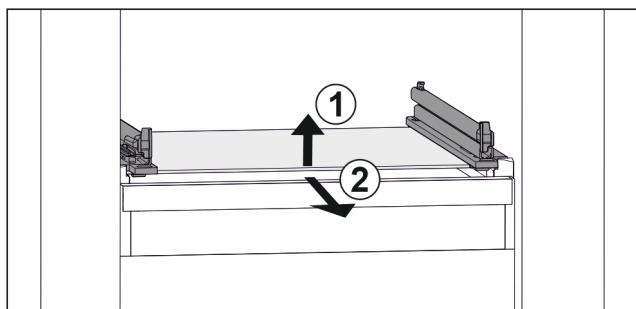

Fig. 61 Příklad znázornění skleněné desky
- ▶ Nadzvedněte skleněnou desku vpředu. Fig. 61 (1)
- ▶ Vyměňte skleněnou desku dopředu. Fig. 61 (2)